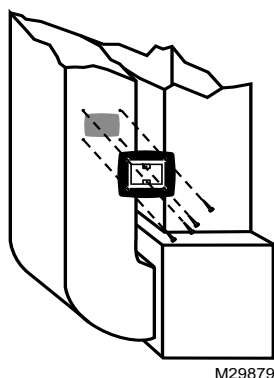

Fig. 15. Fije el soporte de base al conducto.
6. Fije el soporte de base al conducto utilizando los cuatro tornillos de montaje de 1 in (25 mm) que se proporcionan con el humidistato. (Consulte la Fig. 15.)